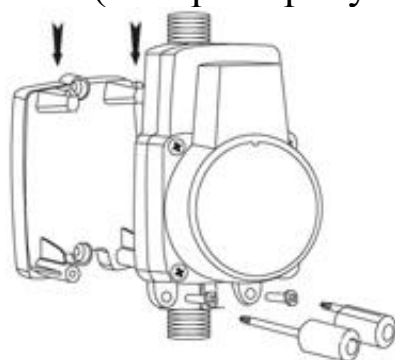

Рисунок 4
7. Повесьте насос на основание и зафиксируйте его на основании винтами, входящими в комплект поставки (смотрите рисунок 4 ниже).